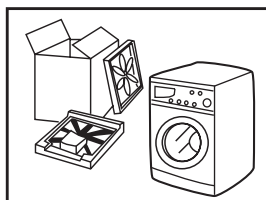

Fig.1
- Le bridage de protection utilisé pour le transport de l'appareil doit obligatoirement être retiré avant d'utiliser le lave-linge (voir fig. 1).